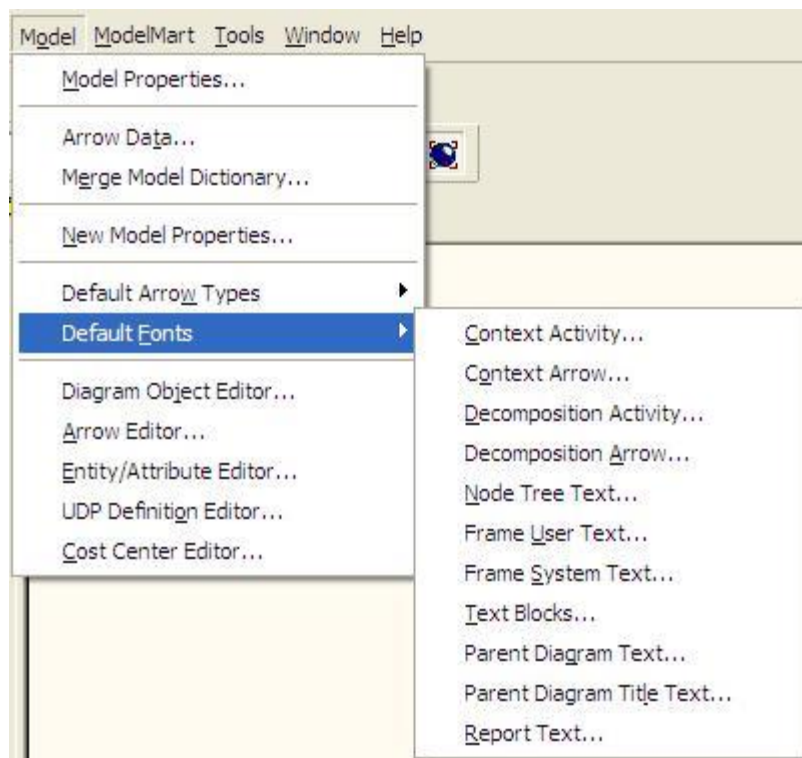

Рисунок 4. Пункты меню, отвечающие за настройки шрифта
**Примечание.** В созданной модели с настройками по умолчанию некорректно отображаются русские символы. Чтобы устранить этот недостаток, необходимо подкорректировать используемые в модели шрифты. Для этого в меню *Model -> Default Fonts* необходимо последовательно пройти по всем пунктам (рис. 4), выбрать в выпадающем списке *Script* значение *кириллический* и поставить галочку *Change all occurrences* (рис. 5).